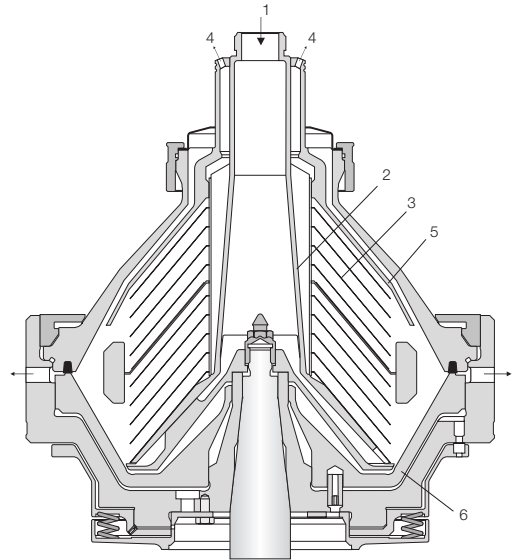

Fig. 2 Tamburo tipico per una centrifuga a espulsione dei solidi. I dettagli del disegno non corrispondono necessariamente alla centrifuga descritta.
Il processo di separazione avviene all'interno di un tamburo rotante. L'olio viene introdotto nella parte superiore del tamburo rotante della centrifuga (Fig. 2) attraverso un tubo di ingresso stazionario (1) e viene accelerato nel distributore (2), che è stato espressamente progettato per garantire una lenta accelerazione del liquido in ingresso. Lasciando il distributore, l'olio entra nel dispositivo a dischi (3). La separazione in olio-acqua-solidi avviene tra i dischi; la fase oleosa fluisce verso il centro del dispositivo a dischi e viene scaricata nella camera di raccolta superiore (4). L'acqua e i solidi pesanti separati dall'olio si spostano verso la periferia, mentre l'acqua fluisce attraverso i canali del disco superiore (5) nella camera di raccolta inferiore. I solidi si accumulano alla periferia, da dove vengono scaricati a intervalli nell'apposito raccogliitore posto sotto il tamburo. Lo scarico dei solidi avviene per mezzo di un sistema idraulico che, a intervalli preimpostati, spinge verso il basso il fondo mobile del tamburo (6) causando l'apertura delle porte dei solidi lungo la periferia del tamburo.